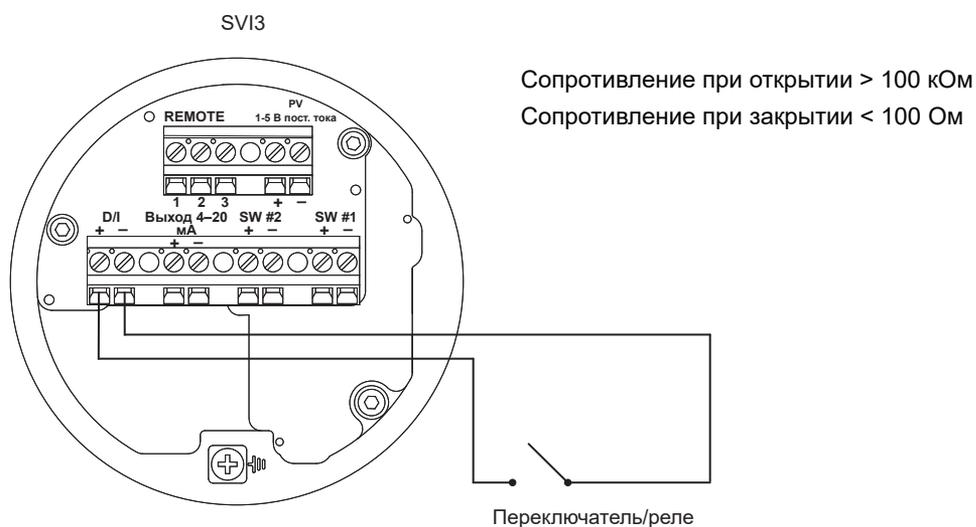

**Рисунок 18 - Подключения к модулю дополнительной электроники (через клеммную панель)**
3. Найдите нужную клеммную колодку на дополнительном модуле (см. Рисунок 18).